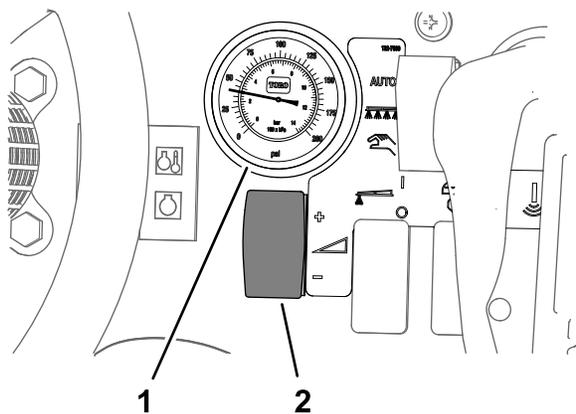

图 49
- 使用喷洒率开关将打药机系统压力调节至约 2.76bar 请参阅图 49。